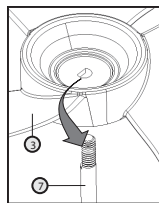

Figura 08
8. Encaixar a Hélice no eixo do motor. Alinhar a chaveta do Furo da Hélice com a chaveta do eixo do motor para um perfeito encaixe (Ver **figura 08**).